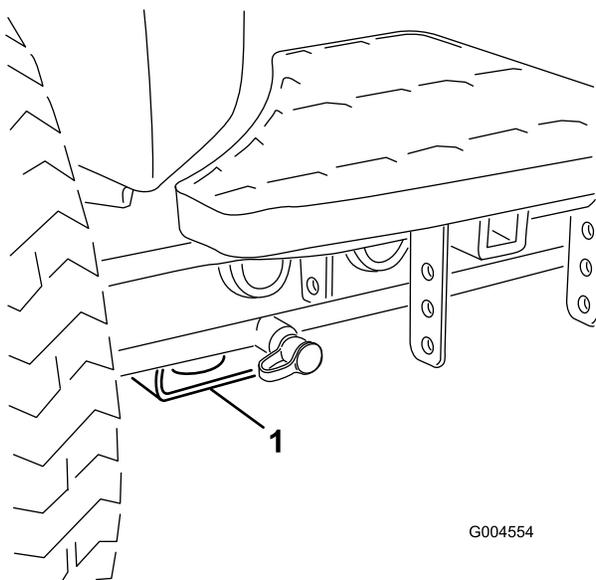

図 37
- 前各前輪の内側、アクスルチューブの下にある四角いパッド(図 37)